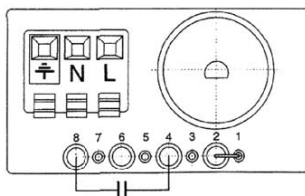

Рис. 2
- ◆ Схема электрического подключения приведена на рис. 2.